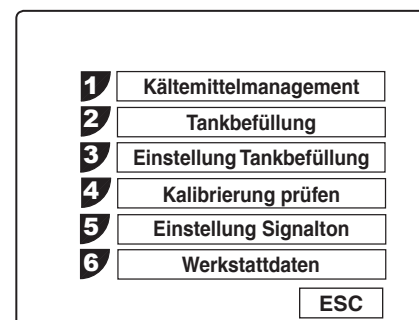

Abbildung 13
1. **EINSTELLUNG TANKBEFÜLLUNG** im Menü „Einstellungen“ wählen. Siehe Abbildung 13.